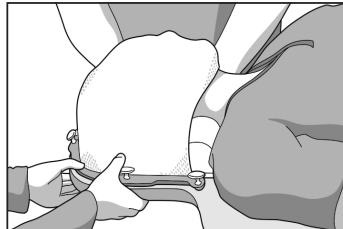

Fig. 3
5. Întindeți materialul termoplastic în partea superioară între 15 și 20 cm (între 6 și 8 inch) și spre spate în jos către dispozitiv (Fig. 3).